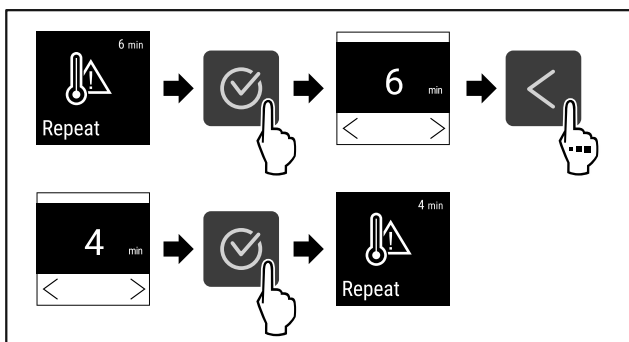

Fig. 116
- ▶ Провести етапи операцій (див. Fig. 116) .